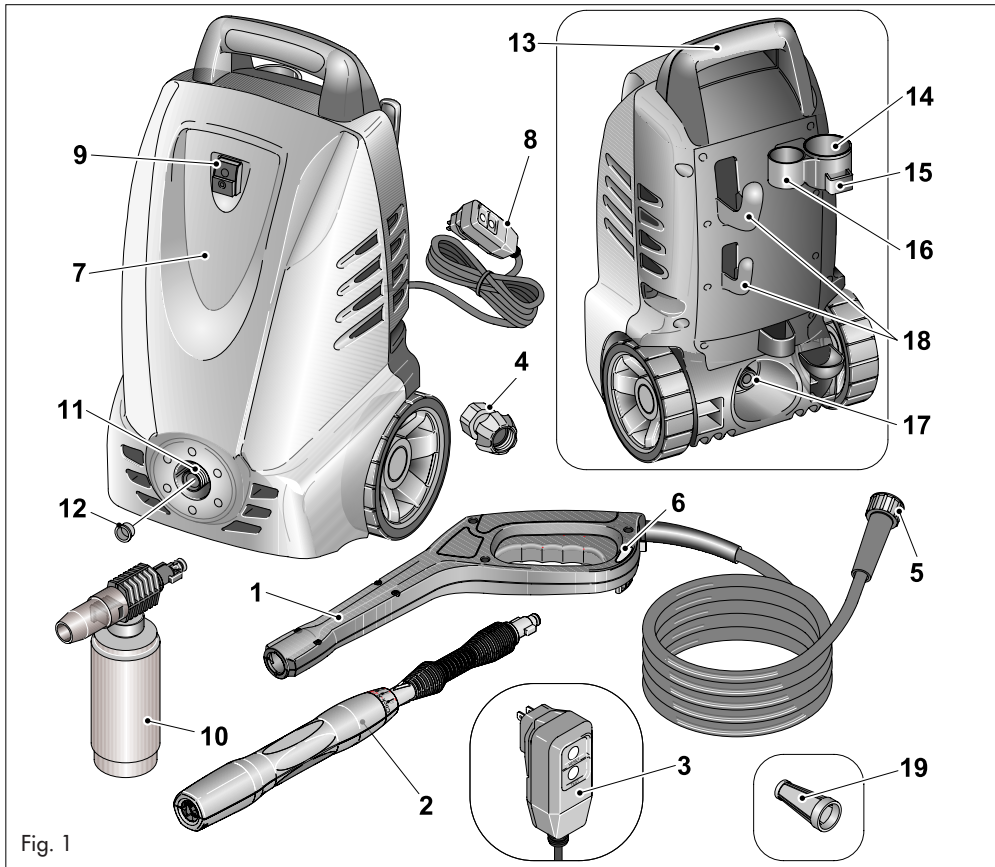

Fig. 1
**PARTS LIST (Fig. 1)**
**LISTA PIEZAS (Fig. 1)**